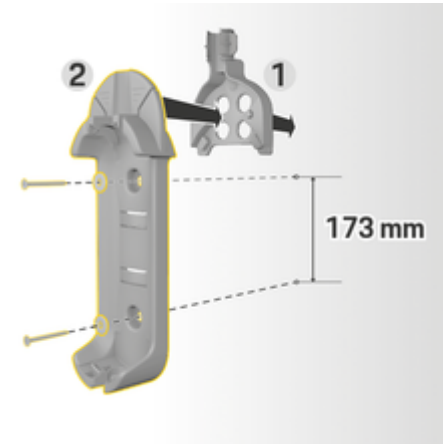

Abb. 1: Bohrmaße
3. Wandhalterung Basis **2** (Abb. 1) von vorne in die Kabelführung **1** (Abb. 1) eindrücken.